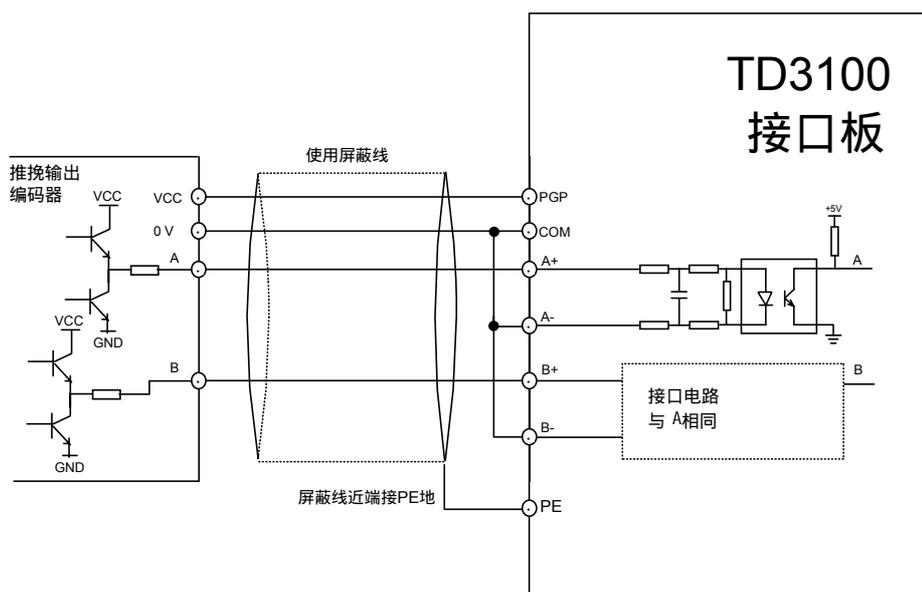

图3-25 推挽信号PG接线示意图
2. PG输出信号为推挽信号，与接口板端子的连接如图3-25所示：